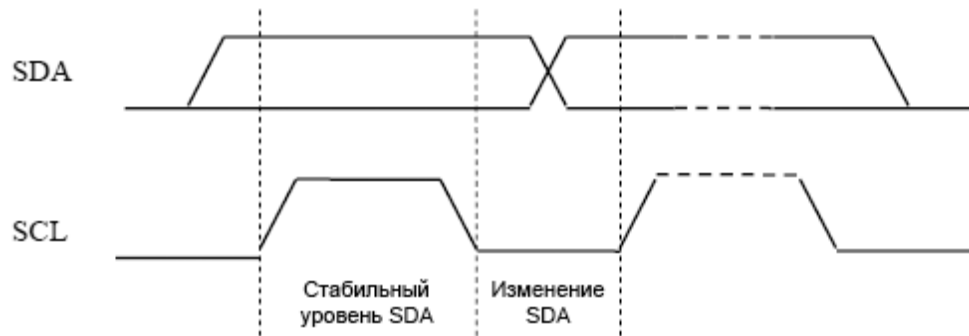

Рис. 8-10. Как передаются биты данных.
1. Бит данных, передаваемый с каждым импульсом **SCL**, должен оставаться в стабильном уровне, пока **SCL** находится в лог. 1. Это показано диаграммами на рис. 8-10. Кроме передачи сигналов **START** или **STOP**, сигнал **SDA** должен переключаться только тогда, когда **SCL**